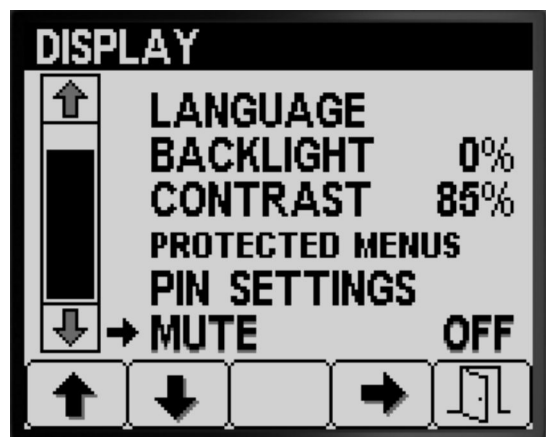

図 31
2. ボタン4を押して音声をON または OFF に設定する 図 31。
3. ボタン5を押すと設定を保存してミュート画面を終了し、設定画面に戻る 図 31。